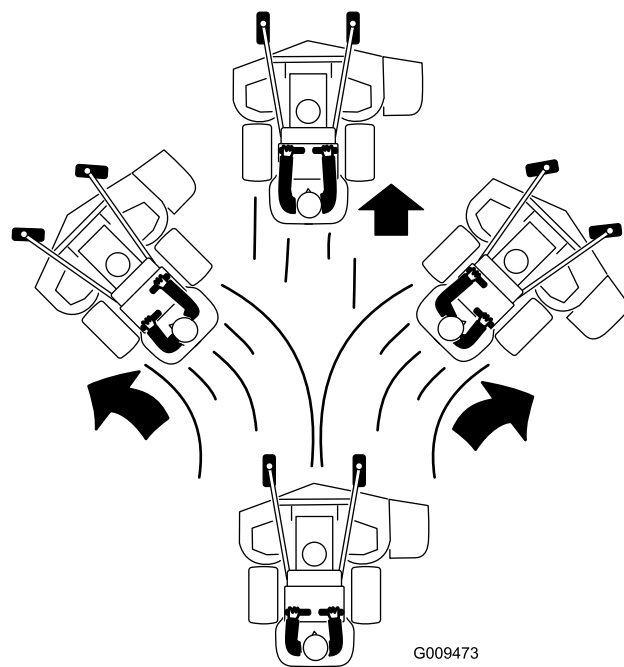

Figura 20
- Empuje lentamente las palancas de control de movimiento hacia adelante (Figura 20).